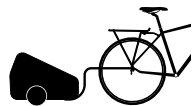

Fig. 3/16 Barra baja para sujeción
- Barra baja para sujeción con montaje en el eje („Fig. 3/ Barra baja para sujeción” en la página 16)